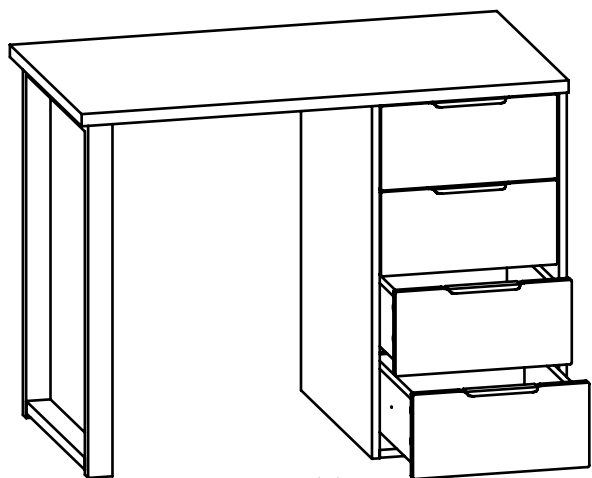

Рис.11
- Установите ящики в корпус стола (Рис. 11).